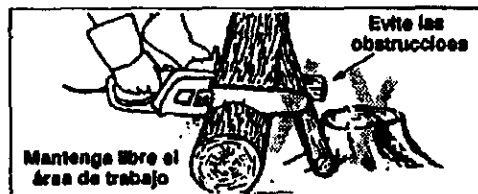

Figura 2
- Mantenga el área de trabajo libre de obstrucciones, tales como otros árboles, ramas, piedras, cercas, troncos, etc. Figura 2. Elimine o evite cualquier obstrucción que pueda tocar la cadena de la sierra mientras se ejecutan los cortes en un tronco o rama determinados.